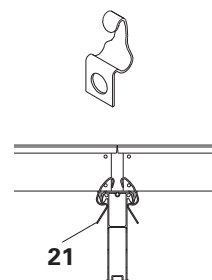

Fig. 22a
A partir d'une vitesse de vent de 64 km/h, le ferrailage doit être effectué tout de suite après le montage du coffrage ou les panneaux doivent être fixés à la poutrelle primaire à l'aide de 2 agrafes de panneaux SPK (21). (Fig. 22a)